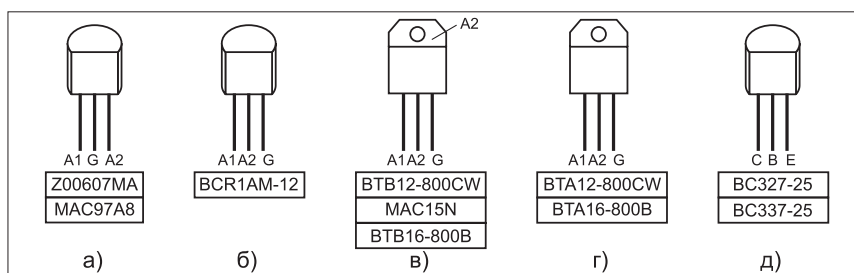

Рис. 7. Маркировка элементов ЭК EVO-1
- Назначение выводов — см. рис. 7а
- Ближайший аналог — BCR1AM-12 (назначение его выводов показано на рис. 7б.
- Назначение выводов – см. рис. 7а
- Назначение выводов – см. рис. 7в
- Ближайший аналог – ВТА12-800CW (назначение его выводов показано на рис. 7г, в этом приборе подложка изолирована от кристалла).
- Ближайший аналог – ВТА16-800В (назначение его выводов показано на рис. 7г, в этом приборе подложка изолирована от кристалла).
- Назначение выводов – см. рис. 7д